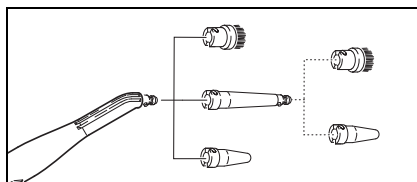

Fig. 8
- L'ugello a getto concentrato (D1) si può utilizzare anche insieme alla prolunga (D2), alla spazzola rotonda (D3) oppure all'ugello Power (D4) (Fig. 8). Sovrapporre a tal fine le due rientranze dell'accessorio ai fermi dell'ugello a getto